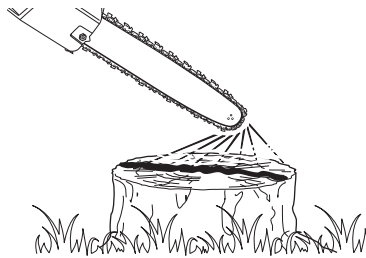

Fig. 14
3. Allumez l'appareil (voir section "bouton marche/arrêt" ci-dessous); maintenez le doigt sur le bouton marche/arrêt [17] et assurez-vous que l'huile est libérée comme sur l'illustration (Fig. 14).